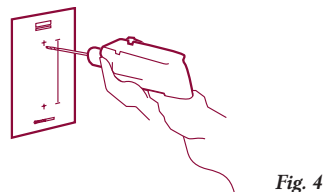

Fig. 4
- Attaccate l'adesivo-guida alla parete e con un trapano e una punta per muro da 5 mm di diametro, forate la parete nei punti segnati sull'adesivo. (fig. 4)